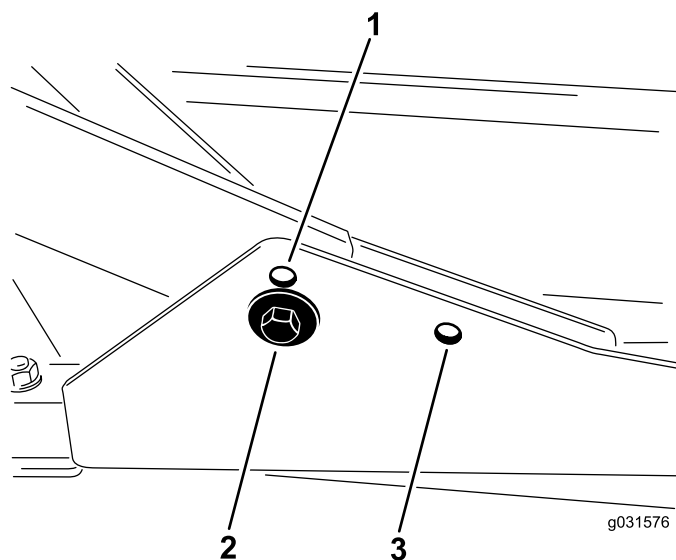

Figura 18
1. Para alturas de corte na gama de 2 a 7,6 cm, monte as estruturas de suporte frontais nos furos de montagem frontais inferiores (Figura 18).
furos de montagem frontais superiores (Figura 18).
Para todas as alturas de corte, monte a unidade de corte traseira nos furos de montagem traseiros (Figura 18).